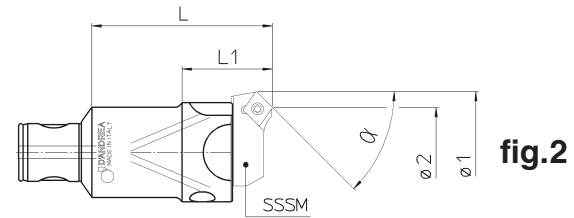

fig.2
- (fig. 2) an SSCC bit holder and an SMCC bit holder not at the same plane and with the two cutting edges set at different radial distances for high cutting depth roughing operations.
- (Abb. 2) je einen Plattenhalter SSCC und SMCC auf verschiedener Höhe mit der Schneidkante der Wendeplatten auf verschiedenem Durchmesser einstellen für Schrupparbeiten mit großer Spantiefe.
- (fig. 2) un asiento SSCC y un asiento más bajo SMCC desalineados y con la punta de las plaquitas sobre diámetros diversos para operaciones de desbaste con fuertes profundidades de pasada.
- (fig.2) un porte-plaquette SSCC et un porte-plaquette SMCC dans deux plans avec les coupants réglés sur des différents diamètres pour l'ébauchage avec grande profondeur de passe.
- (fig. 2) un seggio SSCC ed un seggio più basso SMCC disallineati e con la punta degli inserti su diametri diversi per operazioni di sgrossatura con forti profondità di passata.